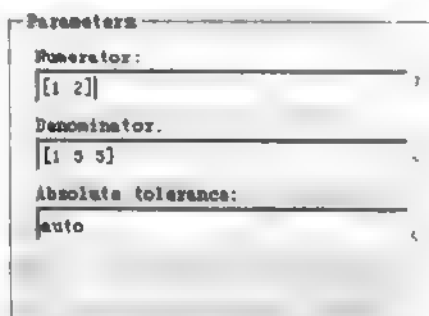

图 10.5 模块 Transfer Fcn 模块设置
- 其中模块 Transfer Fcn 设置：Numerator: [1 2], Denominator: [1 5 5]，如图 10.5 所示。